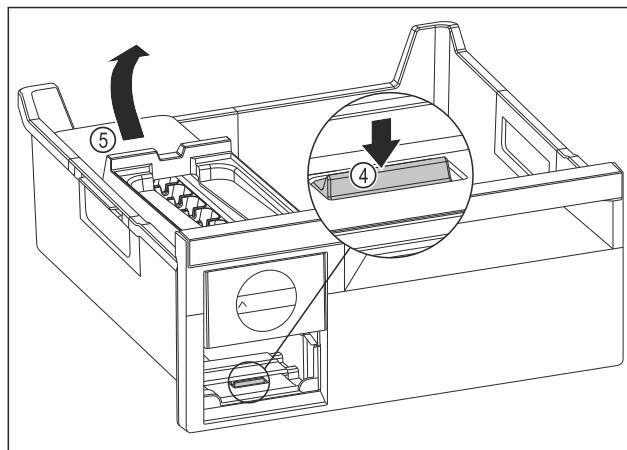

Fig. 96
- ▶ Udtagning af EasyTwist-Ice-legemet: Tryk lasken Fig. 96 (4) ned med fingeren, og løft samtidigt EasyTwist-Ice-legemet Fig. 96 (5) med den anden hånd.